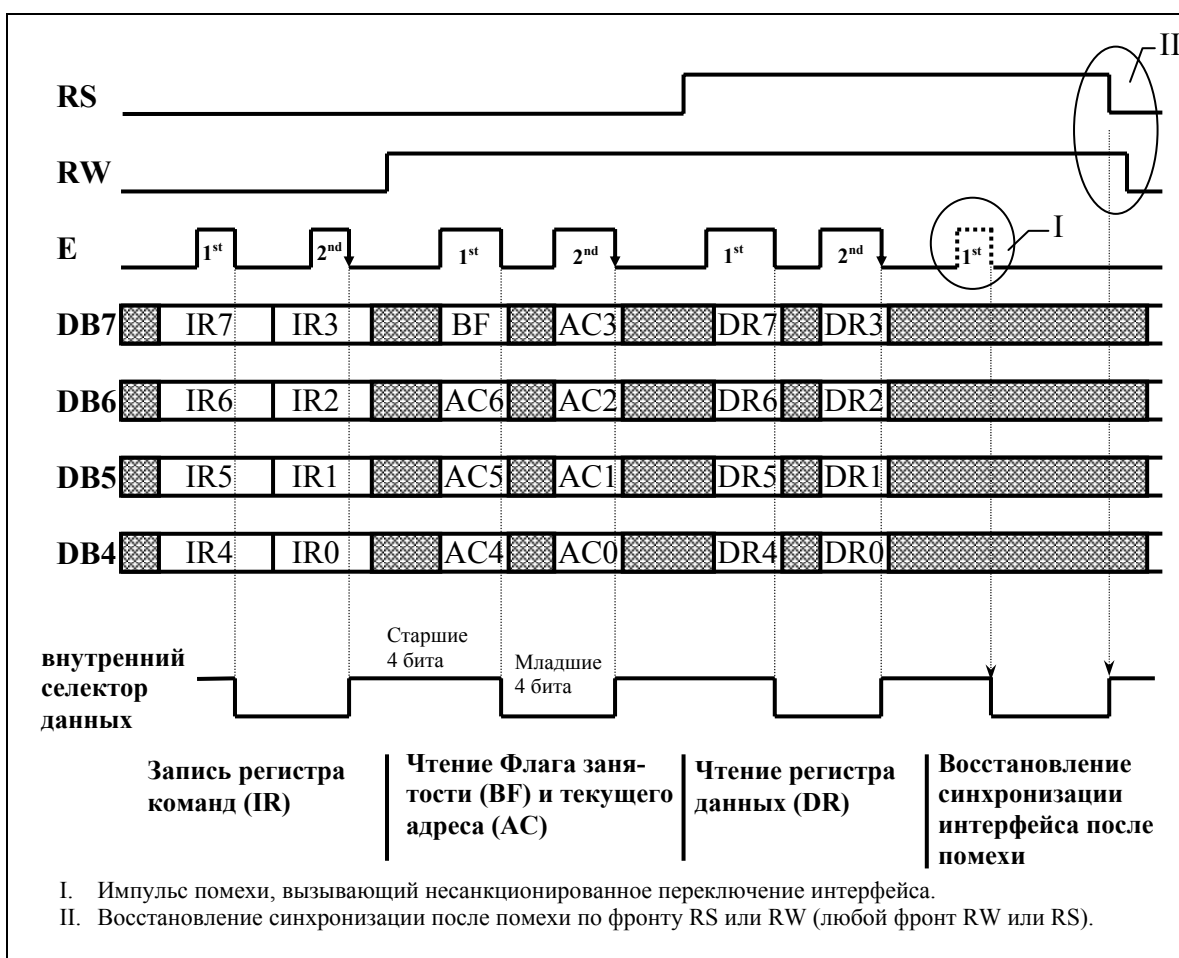

Рис.3 Пример работы 4-х разрядного интерфейса.
- в режиме 4-х разрядного интерфейса для обмена информацией с МПУ используется только 4 разряда шины данных (DB4-DB7). Разряды DB0-DB3 не используются. Команды и данные передаются через 4-х разрядный интерфейс в два приема, соответственно подается два импульса E (см. рис.3). Сначала передаются старшие 4 бита, затем младшие 4 бита. Внутренний селектор данных контроллера выбирает старшую или младшую тетраду выбранного регистра, переключаясь по заднему фронту сигнала E. Команда считается поданной только после второго импульса E и, соответственно, Флаг занятости выставляется в "1" только по заднему фронту второго импульса E.
Чтобы этого не произошло, в контроллер введена функция синхронизации интерфейса, обеспечивающая правильный порядок следования данных в 4-х разрядном интерфейсе: любое изменение сигналов RS или RW сбрасывает селектор данных в начальное состояние (см. рис.3). Другими словами любое изменение режима работы интерфейса (даже проверка Флага занятости) автоматически приводит его в начальное состояние. С другой стороны, изменять состояние RS и RW между импульсами E во время подачи одной команды не разрешается.